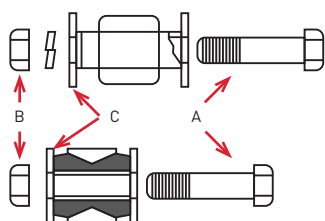

FIGURA 6
Figura 6: Para montajes del tipo buje de cauchos sencillos (A), note la arandela (B) (plana o curvada) mientras la quite. Reinstálela en la misma dirección. Apriete la tuerca hasta que alcance el fondo en el resalto del montaje. Observando que los cauchos no se desarmen por ajuste excesivo.